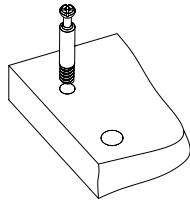

Рис.2
2. Вкрутить шпильки минификсов в соответствующие плоскостные отверстия столешницы (Рис. 2).
(Рис.2)